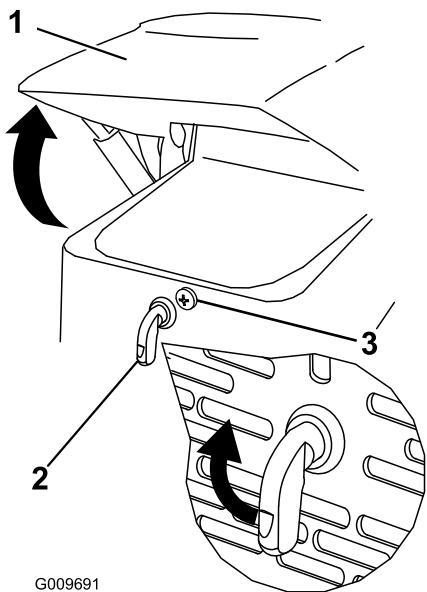

Bild 27
1. Lösen Sie die Arretierschraube an der Motorhaube (Bild 27)
| 2. Drehen Sie den Motorhaubenriegel nach rechts (Bild 27). | |
| 3. Klappen Sie die Haube hoch (Bild 27). | |
3. Ziehen Sie die Arretierschraube der Motorhaube fest, um den Riegel zu arretieren (Bild 27).